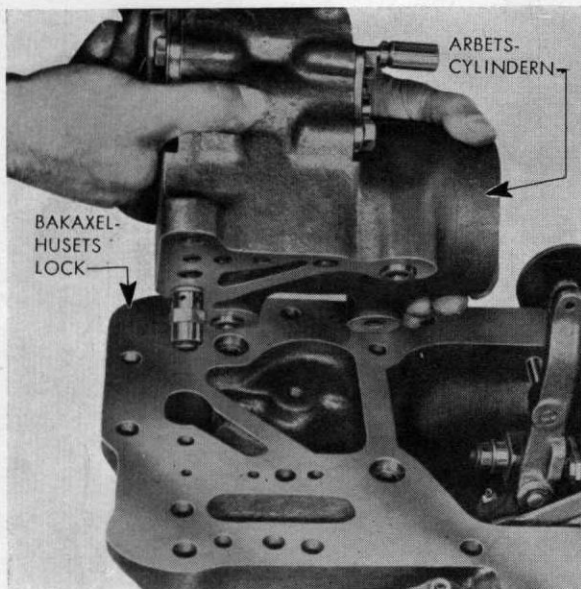

Fig. 19. Demontering av arbetscyllindern.
4. Tag bort de fyra skruvarna, som håller arbetscyllindern mot bakaxelhusets lock (en av dessa är försänkt i locket) och lossa cylindern från locket. (Se Fig. 19.) Drag cylindern rätt ut från locket, för att undvika skador på säkerhetsventilen.